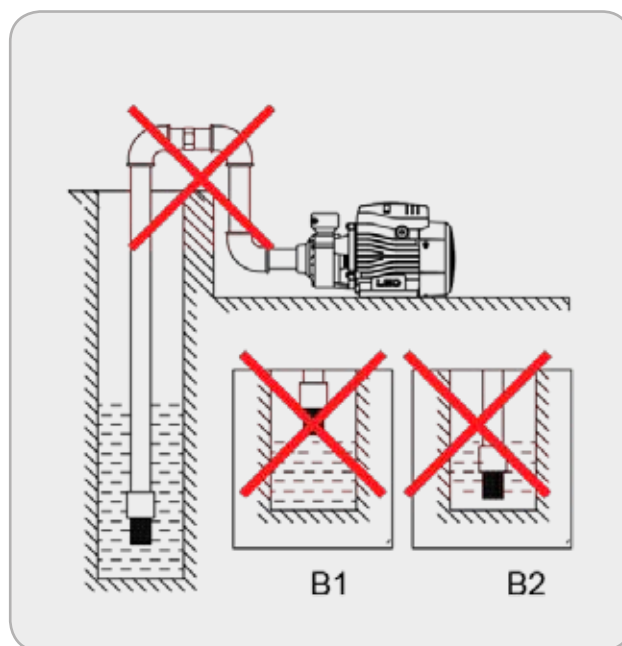

Fig.10
• **Incorectă** - vezi Fig.10.
Sorbul de admisie (1) trebuie amplasat vertical și la 30 cm de fundul apei pentru a evita aspirarea de impurități, nisipuri sau pietre (Fig.10 B2).
Dacă hidroforul preia apa din puțuri sau bazine, trebuie să controlați scăderea nivelului apei în timpul funcționării. Dacă sorbul de admisie ajunge deasupra suprafeței apei (Fig.10 B1), hidroforul va funcționa în gol și trebuie oprit.